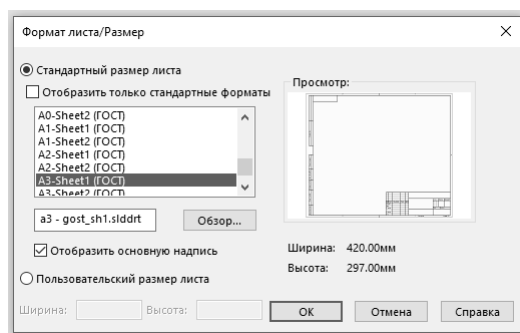

Рисунок 5.1 – Диалоговое окно выбора формата чертежа
- 1 *Создание нового документа чертежа в SolidWorks.* Выбрать в меню пункты «Файл», «Новый». Выбрать шаблон «Чертеж», после чего откроется документ SolidWorks для создания чертежей. При создании нового документа чертежа появится диалоговое окно выбора формата листа (рисунок 5.1).